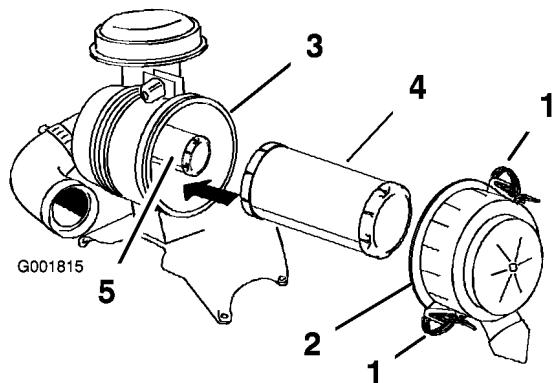

Figure 28
3. Ouvrez les dispositifs de verrouillage du filtre à air et enlevez le couvercle du corps du filtre (Figure 28).
5. Sortez le l'élément principal du corps du filtre avec précaution (Figure 28). Évitez de cogner l'élément à l'intérieur du corps.
2. Si vous remplacez l'élément de sécurité, insérez-le avec précaution dans le corps du filtre (Figure 28).
3. Placez ensuite l'élément principal sur l'élément de sécurité avec le même soin (Figure 28).
4. Reposez le couvercle du filtre à air, le côté portant l'inscription **UP** en haut, et fermez les dispositifs de verrouillage (Figure 28).